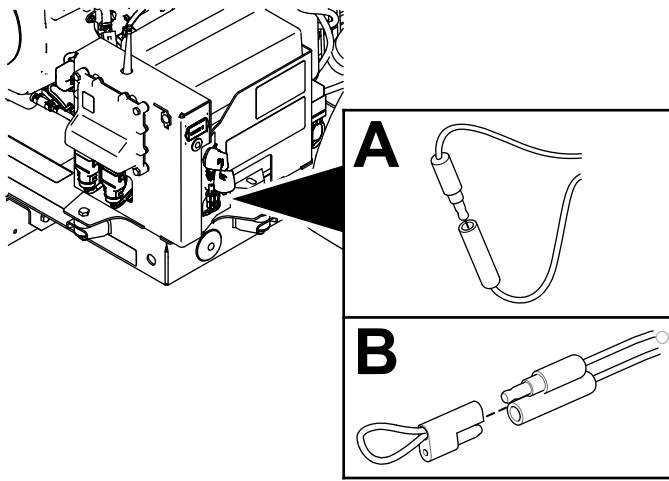

Figura 57
2. Scoateți conectorul cu un pin din conectorul cu un soclu (Figura 57).
3. Introduceți conectorul cu un pin în conectorul cu un soclu în capacul cu tether (Figura 57).